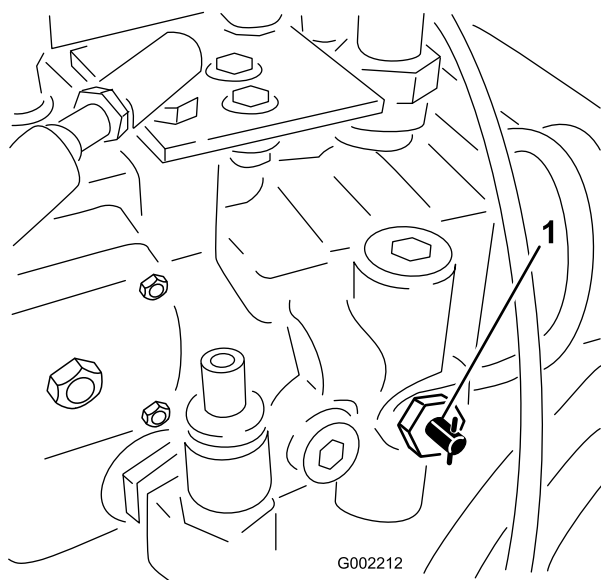

Figura 26
1. Rode a válvula de reboque (Figura 26) 90 graus em qualquer um dos sentidos para abri-la.